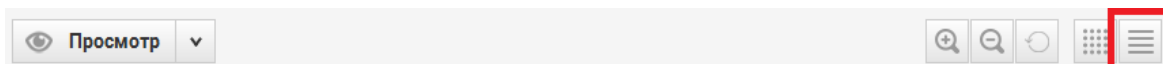

Рисунок 85
3. В меню планшета справа выбрать данные списком (рисунок 85).